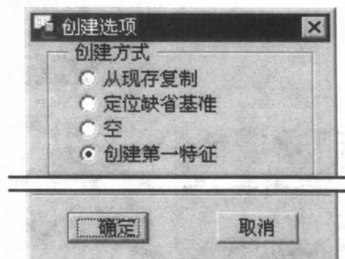

图 1.9 “创建选项”对话框
Step5. 在系统弹出的如图 1.9 所示的“创建选项”对话框中，选中  创建第一特征 单选项，单击  按钮。